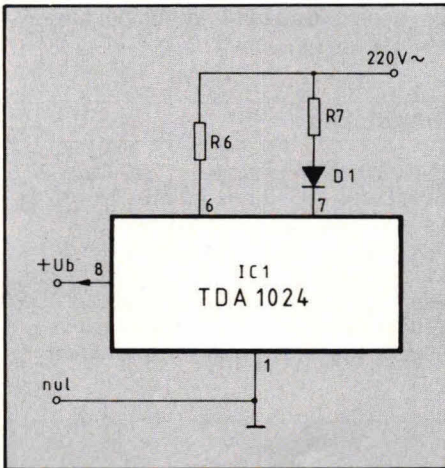
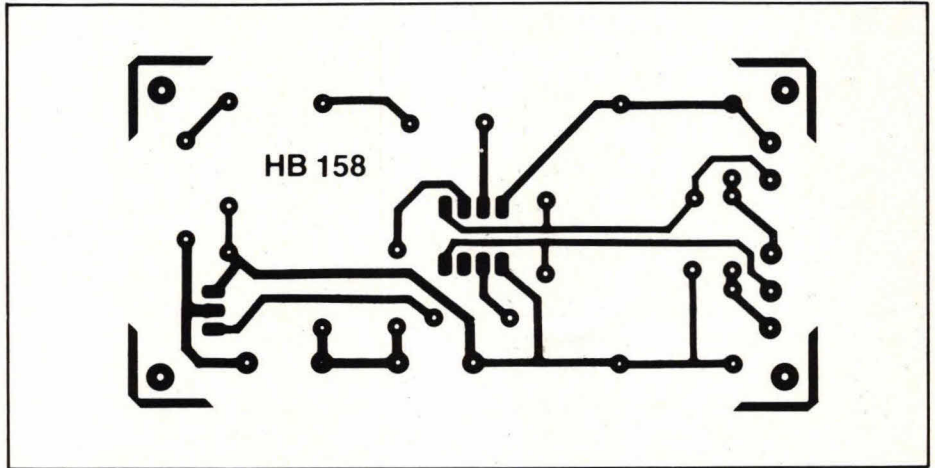
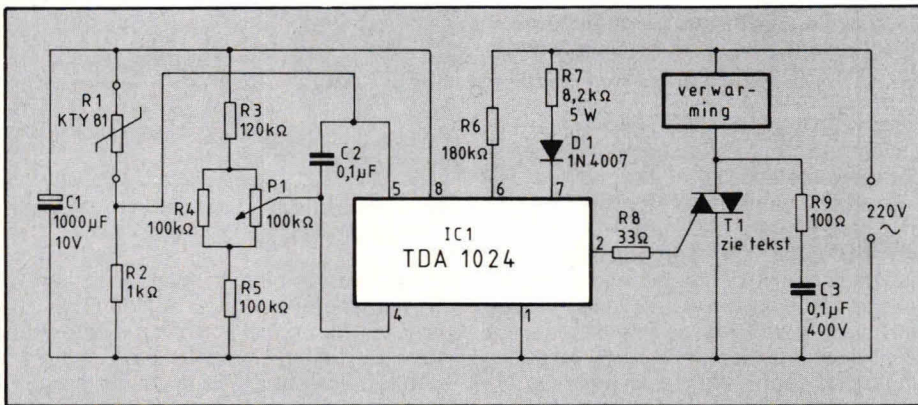

Fig. 4. Om een stabiele regeling te krijgen, heeft een TDA 1024 reeds een spanningsstabilisator voor het voeden van de eigenlijke regeltrap.
Fig. 6. De lay-out voor de print, waarop de schakeling van fig. 5 kan worden aangebracht.
Fig. 5. De complete regeling is eenvoudig en doeltreffend van opzet. De aansluitrichting van het verwarmingselement speelt uiteraard geen rol.
Fig. 4. De componentenopstelling is zo gekozen dat aan één printzijde de ingangsspanning binnenkomt terwijl de uitgangsspanning aan de tegenoverliggende printzijde beschikbaar is.
Afb. 5. Transistor T3 zal, zoals hier, in de meeste gevallen moeten worden voorzien van een extra koelvlak. Dit kan via M3 materiaal met de print worden verbonden. Isolatiemateriaal is hierbij niet nodig.
Fig. 3 laat de layout voor de print zien, waarop de schakeling van fig. 2 kan worden gemonteerd. De schaal is hier 1:1 en het aanzicht is van de soldeerzijde. De componentenopstelling geeft fig. 4, terwijl afb. 5 een indruk geeft van de compleet gemonteerde print.
De TDA 1024 is zo ontwikkeld dat een voedingstransformator onnodig is. Fig. 4 laat zien dat het IC enkelfasig gelijkgericht wordt gevoed. Dat gebeurt via diode D1.
Weerstand R7 zorgt voor de nodige opvang om een groot deel van de lichtnetspanning teniet te doen. Hoewel in fig. 4 aan deze zijde van de R6 de fasekant van het lichtnet staat getekend en de nul aan IC-punt 1, maakt dat in de praktijk niet uit. Voor het begrijpen van de werking is het echter gemakkelijk om de gegeven volgorde aan te houden.
Via een interne stabilisatieschakeling wekt het IC zelf een gestabiliseerde voedingspanning op. Deze is beschikbaar tussen de punten 1 en 8 van het IC. Een weerstand R6 is in fig. 4 noodzakelijk om te zorgen voor synchronisatie van de uitgangspulsen met de nuldoorgang van de lichtnetspanning.
► Fig. 5 laat de hele ovenregeling, m.u.v. het verwarmingselement zien. Via weerstand R7 en diode D1 wordt IC1 gevoed. De intern gestabiliseerde spanning wordt m.b.v. elco C1 afgevlakt. Weerstand R6 zorgt voor de genoemde nuldoorgang-synchronisatie. Met potmeter P1 kan de vereiste temperatuur over een groot bereik worden ingesteld. Dat gaat tot ca 100° C. Voor potmeter P1 moet een deugdelijk type worden genomen met een kunststofas. Bij de bouw en het testen van de schakeling moet er steeds rekening mee worden gehouden dat de HELE schakeling onder lichtnetspanning staat. Er zijn mensen die dat niet gevaarlijk vinden en elk jaar zijn er weer velen die dat met de dood moeten bekopen. **Raak daarom tijdens bedrijf de schakeling nooit aan!**
In fig. 5 vormt de tak R3/R4/R5 met P1 in feite de hele insteltak voor de temperatuur. R1 en R2 vormen de sensortak, waarbij R1 de temperatuursensor is, een KTY81.
Triac T1 wordt in fig. 5 aangestuurd via serieweerstand R8. Over de triac zit een zogenaamd snubbernetwork dat bestaat uit R9 en C3. Dit network is noodzakelijk om storende werking van T1 te voorkomen. Bij steile stoerpulsen op de anode van T1 kan deze in geleiding komen, wat door R9 en C3 wordt voorkomen.
Fig. 6 geeft de lay-out voor de schakeling van fig. 5. De schaal is in fig. 6 1:1 en het aanzicht van de lay-out is van de soldeerszijde. Fig. 7 geeft de componentenopstelling, waarbij ook potmeter P1 op de print is geplaatst. De sensor wordt natuurlijk in de oven aangebracht. Let erop dat de draden tussen de sensor en print deugdelijk geïsoleerd zijn en zorg ervoor dat alleen de sensor in de oven zit. Een goede plaats is b.v. de voorzijdeglassplaat, omdat glas isoleert. Als er toch draad in de oven zit, moet dit een isolatiemantel hebben die bestand is tegen hoge temperaturen (teflon e.d.).
## Componentenlijst bij fig. 5 en 7